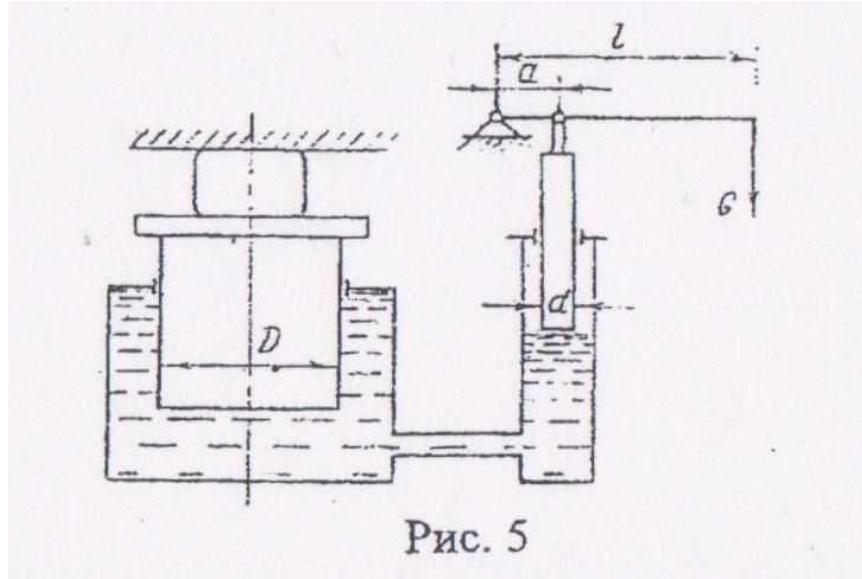

Рис. 5
**17. Определить сжимающее усилие, развиваемое гидравлическим прессом (рис. 5), если диаметр большого поршня  $300 \text{ мм}$ , малого –  $30 \text{ мм}$ , длина рычага  $l = 1000 \text{ мм}$ , расстояние от шарнира рукоятки до опоры на малый поршень  $a = 100 \text{ мм}$ . Усилие, прилагаемое к свободному концу рычага,  $G = 250 \text{ Н}$ . Весом поршней и трением пренебречь.**